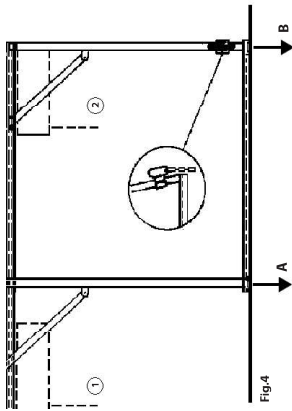

Fig. 4
7. Nel caso che l'utilizzatore voglia usare l'elevatore senza zavorra, deve provvedere in proprio ad un adeguato ancoraggio del cavalletto con le modalità indicategli da un tecnico abilitato a norma di legge. A tal scopo vengono riportate nel presente libretto (vedi fig.4), le previste azioni sul piano d'appoggio e le reazioni agli ancoraggi. L'ancoraggio dovrà comunque essere eseguito mediante due appositi morsetti tubolari con anello (forniti a richiesta dalla ditta costruttrice) da posizionare alla base dei montanti del telaio posteriore.